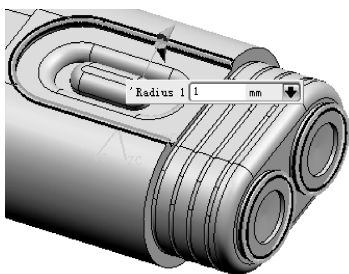

图 3-47 创建半径为 1 的圆角
- 19 使用【边倒圆】工具，选择如图 3-47 所示的边，创建出圆角半径为 1 的特征。